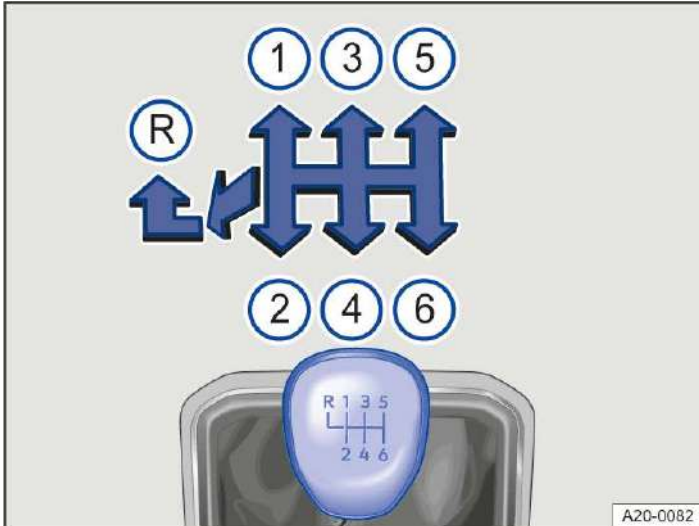

Abb. 1 Schaltschema des 6-Gang-Schaltgetriebes (5-Gang-Schaltgetriebe ausstattungsabhängig).
Auf dem Schalthebel sind die Positionen der einzelnen Gänge dargestellt → *Abb. 1*.
2. Den Schalthebel in gewünschte Position bringen → *Abb. 1* ①.
2. Ring am Schalthebel nach oben ziehen und Schalthebel ganz nach links und dann nach vorn in die Rückwärtsgangposition schieben → *Abb. 1* **R**.